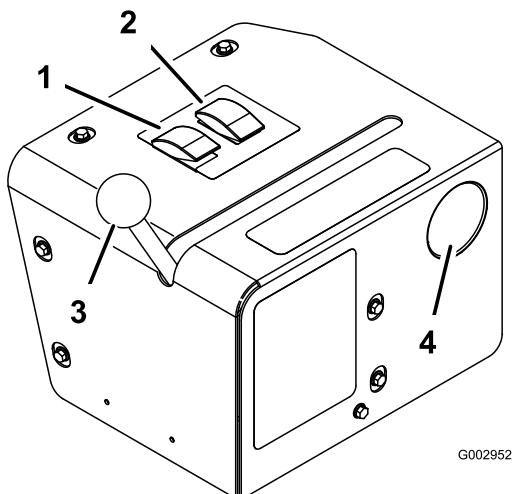

Figure 58
5. Placez le sélecteur de pulvérisation en position manuelle (Figure 58).
6. Rapprochez le levier de commande de vanne de la position pulvérisation manuelle (Figure 58).
7. Réglez la commande de débit et la manette d'accélérateur pour augmenter ou réduire la pression au manomètre à la valeur voulue (Figure 58).